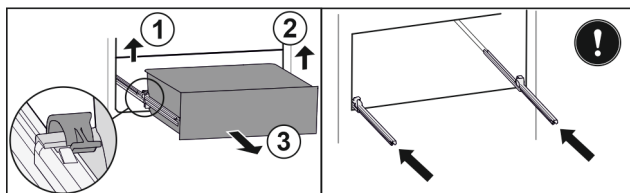

Fig. 66
- ▶ Dvignite levo spojko in hkrati povlecite predal levo naprej. Fig. 66 (1)
- ▶ Dvignite desno spojko in hkrati povlecite predal desno naprej. Fig. 66 (2)
- ▶ Predal vzemite ven v smeri naprej. Fig. 66 (3)